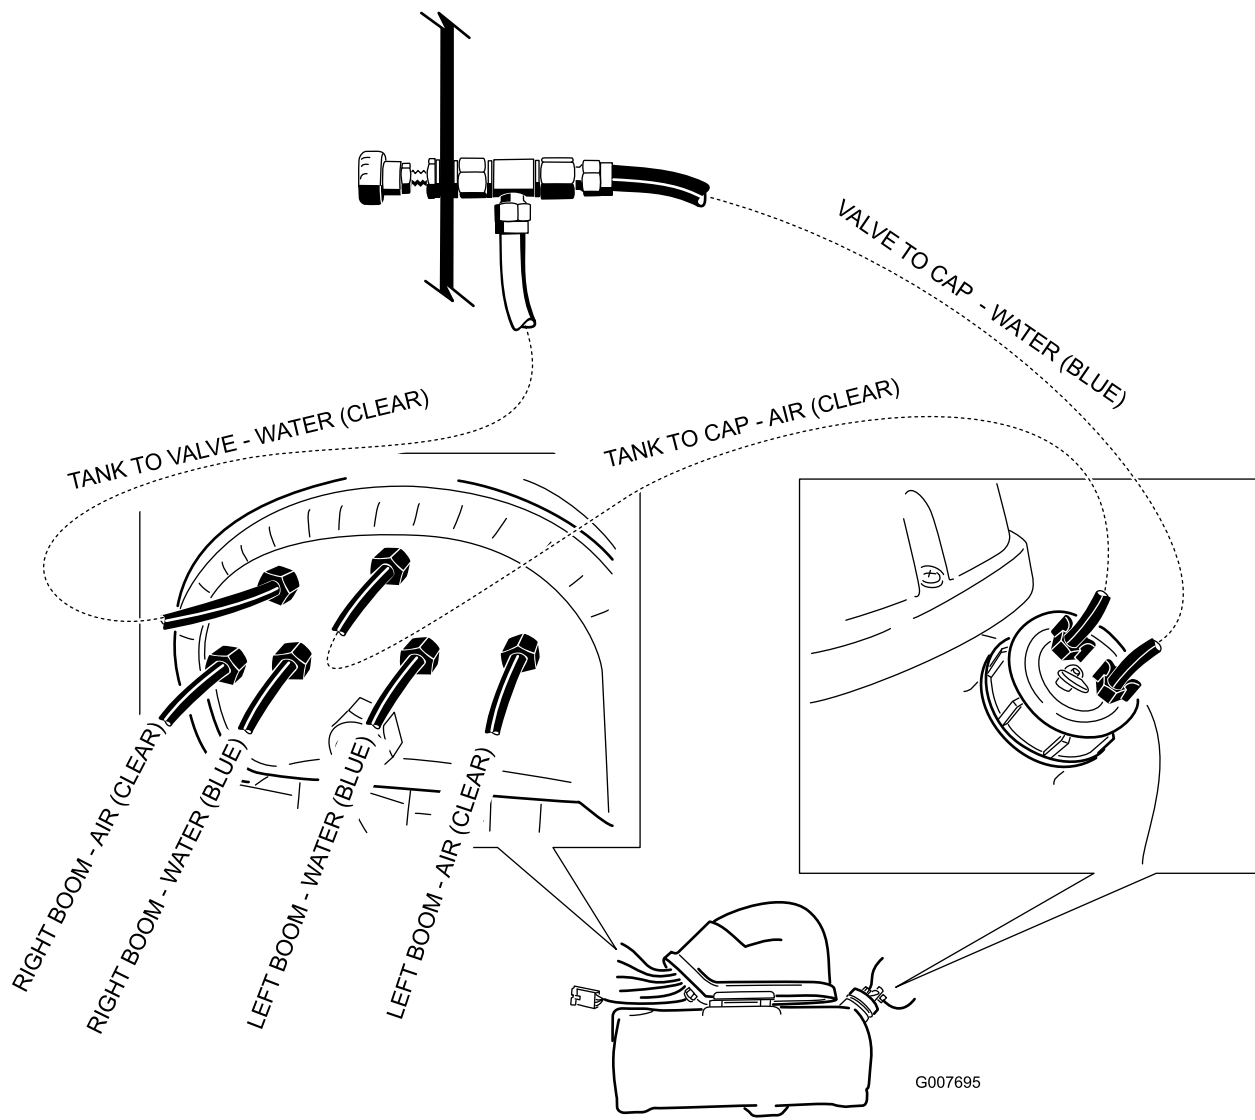

Рисунок 18
8. Окончательная разводка шлангов показана на Рисунок 18.